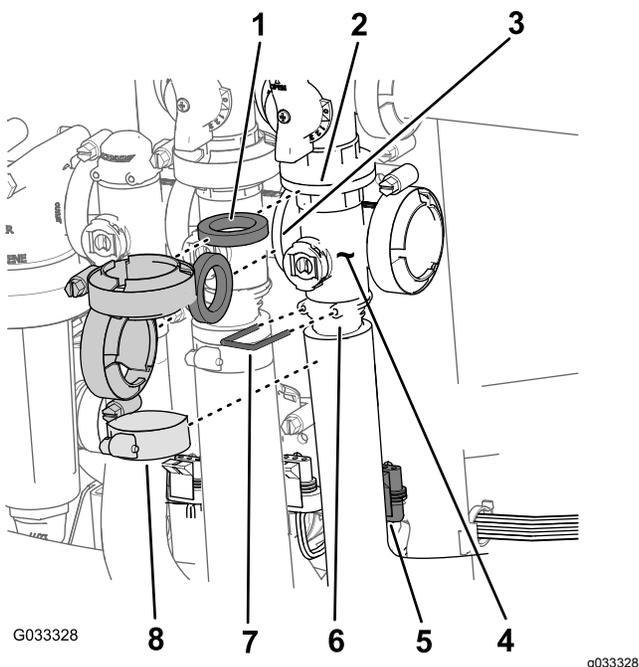

图66
1. 拆下将主喷洒臂段阀歧管图66固定至主喷洒臂段旁通阀、搅拌阀和主喷洒臂段歧管阀在流量计的软管末端的夹具和垫片。
2. 拆下将出口接头固定至主喷洒臂段阀歧管的卡环图66。